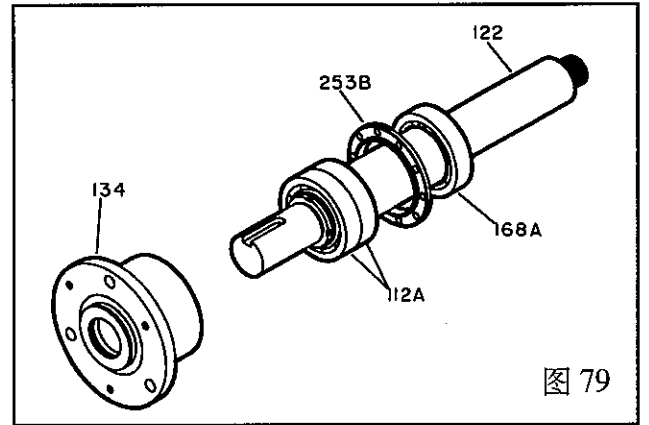

图 79
6. 从带有轴承(112A, 168A)的轴(122)上取出轴承座(134)(图 79)。